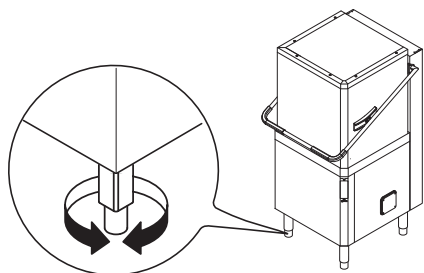

Figure 8 Réglage des pieds
- Effectuer le réglage de l'appareil en tournant les pieds de réglage spécialement conçus à cet effet et s'assurer que la machine est parfaitement de niveau, tant longitudinalement que transversalement (Figure 8).